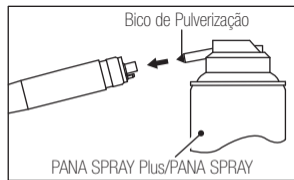

Fig. 9
- 2) Monte o bico de pulverização no orifício respectivo da botija.(Fig. 9)